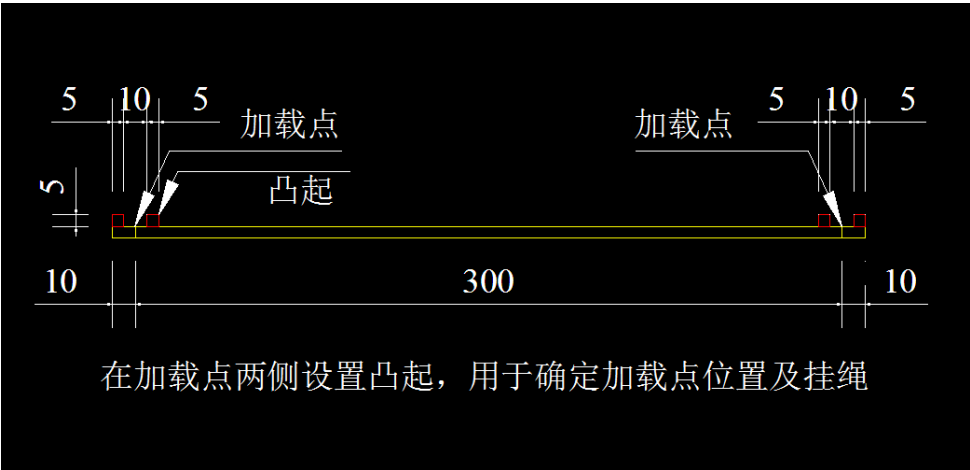

图 1 加载点挂绳处理办法详图
2、加载点 a(b)和 c(d)的间距 300mm。如图 1 所示，加载点处设置 10mm 宽凹槽用于挂绳，加载点两侧各队选手需设置 5mm 高小凸起，用于确定加载点位置及挂绳。